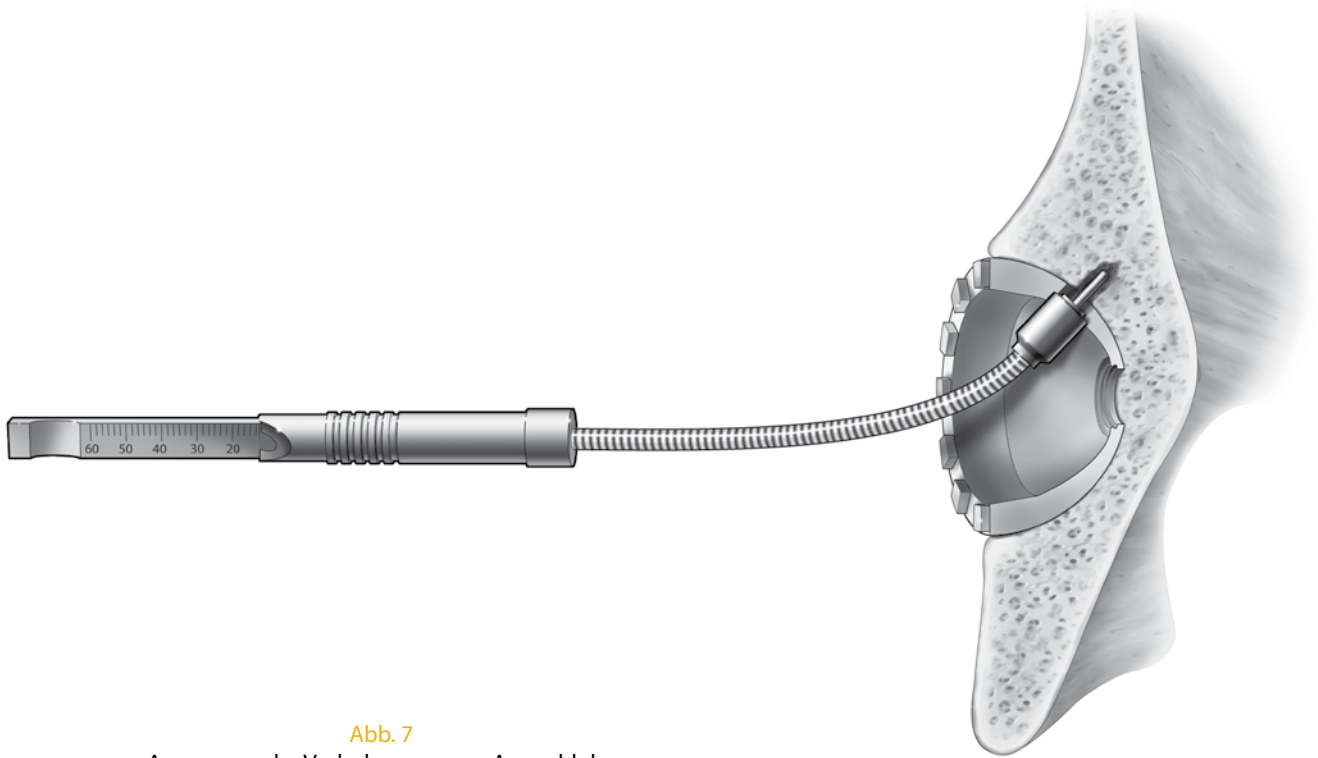

Abb. 7
Schritt 3: Stellen Sie die Länge der zu verwendenden Schrauben fest, indem Sie die flexible Längenmesslehre in das Schraubloch einführen. (Abb. 7).